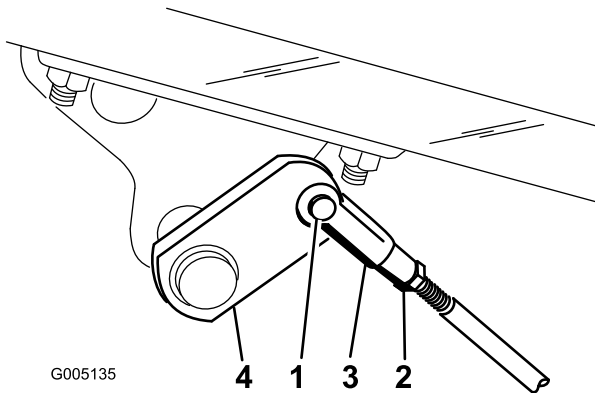

Bild 58
2. Klemmen Sie, wenn die Bremsen nicht gleichmäßig blockieren, die Bremsstangen ab, indem Sie den Splint und den Lastösenbolzen entfernen (Bild 58).
3. Lockern Sie die Klemmmutter und stellen den Lastösenbolzen entsprechend ein (Bild 58).
4. Bringen Sie den Lastösenbolzen am Bremsbügel an (Bild 58).